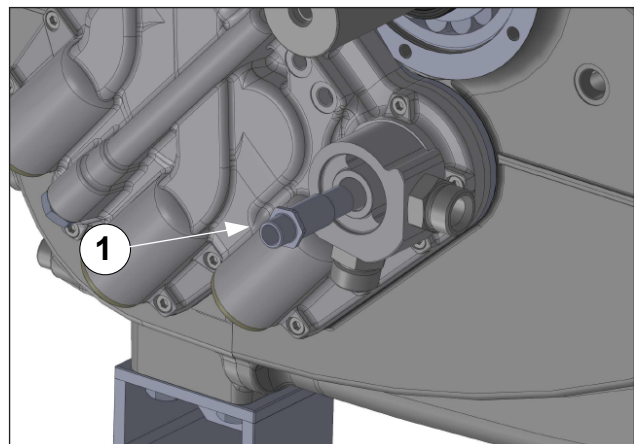

Abb. 130
Schrauben Sie die beiden Anschlussbögen an die Wärmetauscherrohre an (Pos. ①, Abb. 130) und drehen Sie diese mit einem Drehmomentschlüssel gemäß Angaben in Absatz 3 fest.